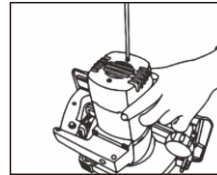

Fig 15
3. Utilice un destornillador para quitar la tapa trasera, retire temporalmente el muelle espiral y saque las escobillas de carbón desgastadas, inserte las nuevas y deje que el muelle quede libre para que las escobillas de carbón queden fijadas. (Fig15&16)